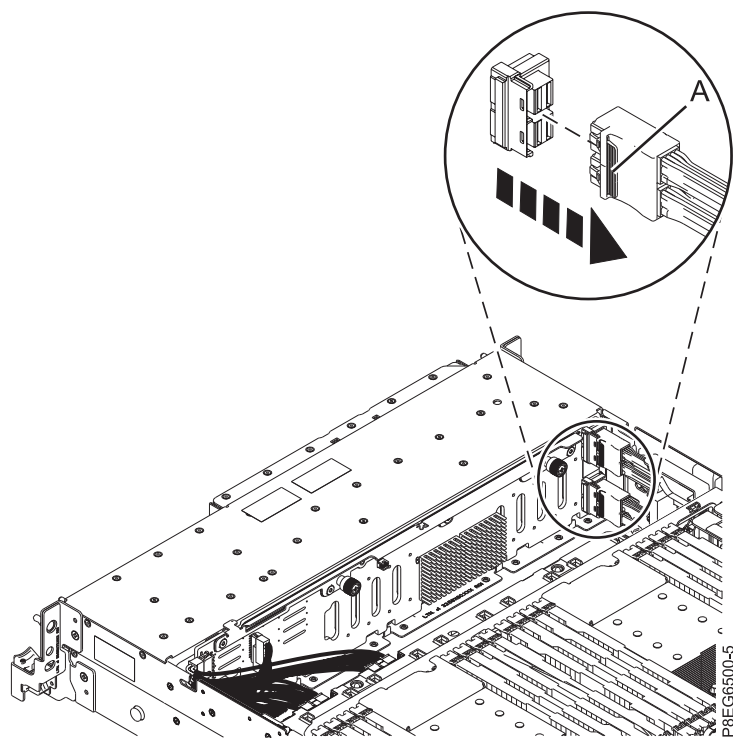

Figure 2. Débranchement du câble SAS avant du fond de panier de l'unité de disque
3. Étiquetez le câble SAS avant qui est connecté à la carte SAS RAID interne. Appuyez sur le taquet (A) et débranchez le connecteur de ce câble du fond de panier de l'unité de disque, comme illustré à la figure 2. Laissez l'autre extrémité de ce câble branchée au connecteur P1 de la carte SAS RAID jusqu'à ce que vous soyez invité à le déconnecter.